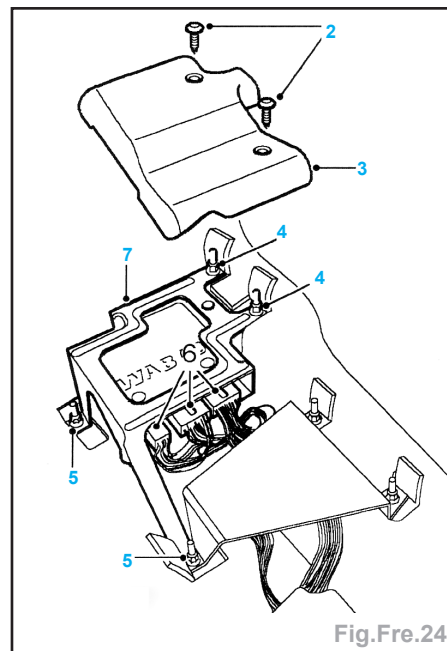

Fig.Fre.24
- Déposer (Fig.Fre.24) :
- les 2 vis (2) Torx du couvercle de l'ECU,
- le couvercle (3) de l'ECU,
- les 2 écrous (4) de l'avant du support de soutien.
- Faire glisser le siège avant droit à fond vers l'arrière et enlever 2 écrous (5) de l'arrière du support de soutien.
- Débrancher 3 fiches (6) multibroches de l'ECU.
- le support de soutien (7) et l'ECU,